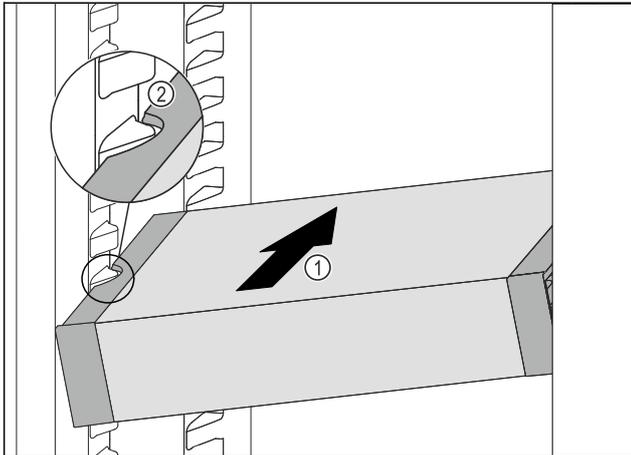

Fig. 135
- ▶ VarioSafe schräg in das Kühlteil einschieben Fig. 135 (1), bis sich die seitlichen Aussparungen Fig. 135 (2) des VarioSafes auf Höhe der Behälterrippe im Kühlteil befinden.